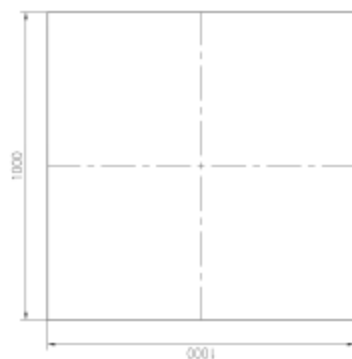

图2
- 2) 按照混凝土基坑分布图（如图2），挖混凝土基坑，混凝土基坑的尺寸为1000mm×1000mm×800mm（长×宽×深），如图3；（注：安装器材各支撑立柱混凝土基坑处置不应为上大下小的形状；）